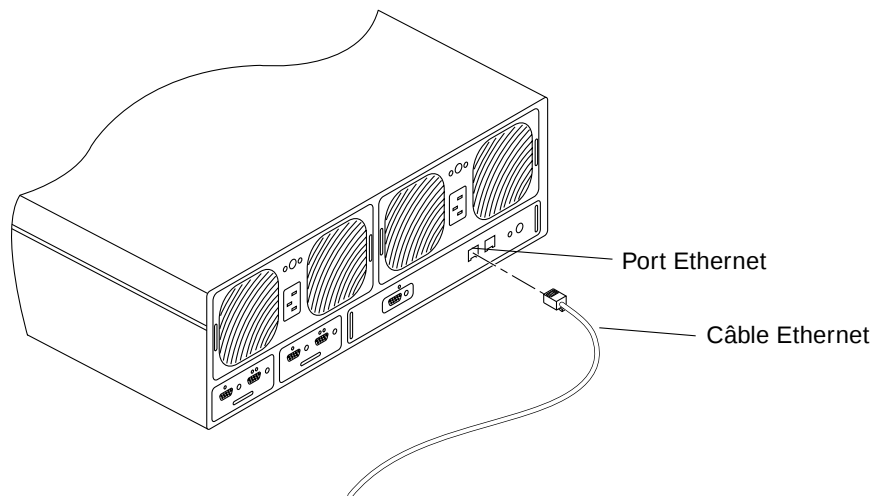

FIGURE 6-3 Branchement du câble Ethernet
4. Fixez une extrémité du câble Ethernet au port Ethernet de la carte contrôleur de l'unité maîtresse (FIGURE 6-3).